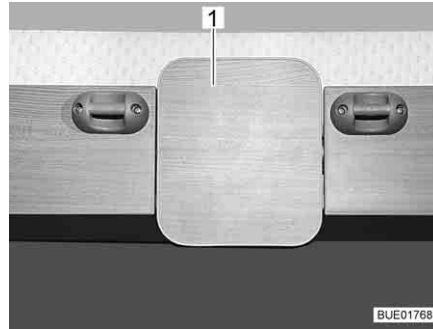

Bild 81 Entriegelungsfläche
- Entriegelungsfläche (Bild 81, 1 bzw. Bild 82, 1) unten herausziehen bzw. Entriegelungsknopf (Bild 83) drücken. Die Verriegelung ist gelöst.